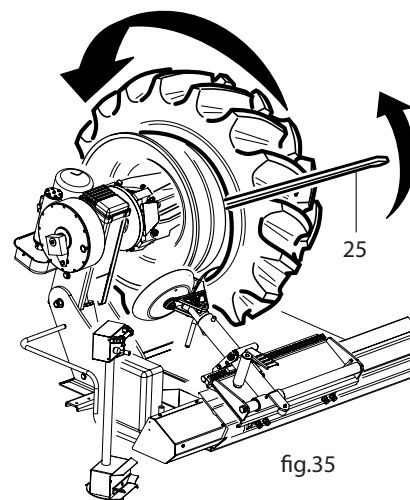

fig.35
- » Per lo smontaggio del tallone posteriore procedere come indicato dalla fig.35. Ruotare l'utensile di 180°, inserirlo tra il cerchione ed il tallone, portarlo a ridosso del bordo del cerchione ed inserire la leva (25) (fig.35) ruotando il mandrino in senso orario fino al completamento dell'operazione.
- » To demount the back bead proceed as shown in fig. 35. Rotate the tool by 180°, insert it between the rim and the bead, move it against the rim flange and insert the lever (25, fig. 35) and then rotate the spindle in a clockwise direction until the operation is complete.
- » Pour le démontage du talon arrière procéder selon les indications de la fig. 35. Tourner l'outil de 180°, l'introduire entre le talon et la jante, l'adosser jusqu'au bord de la jante et introduire le levier (25, fig.35) en tournant le mandrin dans le sens des aiguilles d'une montre jusqu'à l'achèvement de l'opération.
- » Für das Herausdrücken des hinteren Wulstes gehen Sie wie auf Abb. 35 angegeben vor. Das Gerät um 180 Grad drehen, zwischen Felgen und Wulst einschieben und dem Felgenreif nähern und den Hebel einführen (25) (Abb. 35), wobei die Spindel bis zur Beendigung des Vorgangs im Uhrzeigersinn gedreht werden muß.
- » Para desmontar el talón trasero, actuar como indica la Fig. 35. Girar el utensilio de 180°, introducirlo entre llanta y talón, llevarlo junto al borde de la llanta e introducir la palanca (25) (Fig. 35) girando el mandril en sentido horario hasta el complemento de la operación.